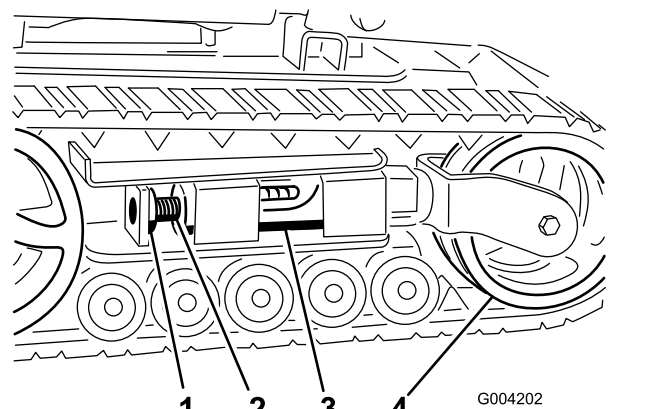
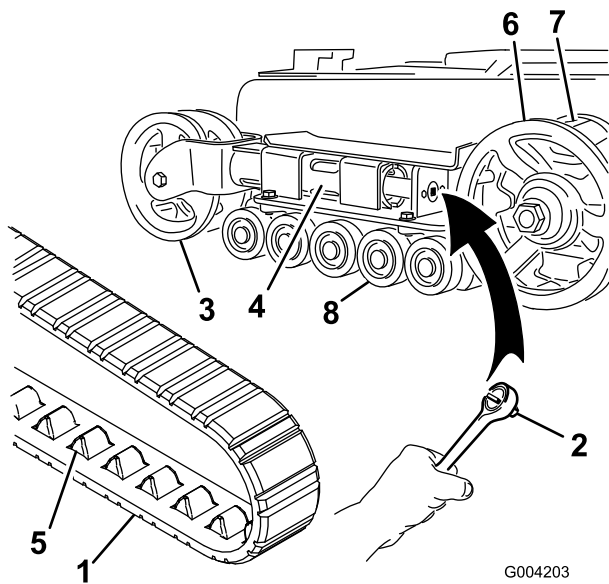
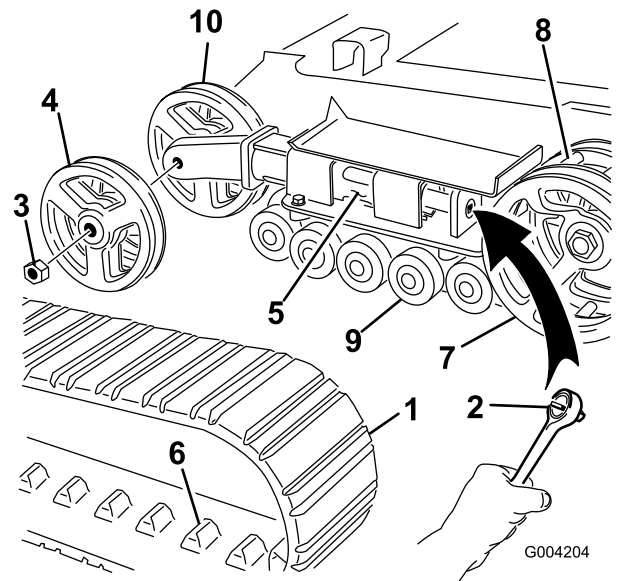

Figura 45
Figura 46
Figura 47
4. Scoatei urubul de blocare și piulia (Figura 45).
6. Aliniezi cea mai apropiată creștătură din urubul de tensionare la orificiul urubului de blocare și fixezi urubul cu urubul și piulia de blocare (Figura 45).
**Notă:** Averi enile cu lăime îngustă dacă roțile de tensionare din față sunt montate în interiorul unei furci la capătul tubului de tensionare (Figura 46).
5. Folosind un clichet de antrenare de ½ inch, eliberezi tensiunea de antrenare rotind urubul de tensionare în sensul acelor de ceasornic (Figura 45 și Figura 46).
6. Împingeți roata de tensionare spre partea din spate a unității pentru a muta tubul de tensionare pe cadru (Figura 46).
8. Când enila este detașată de roata de tensionare, scoateți-o din pinionul de antrenare și roile de drum (Figura 46).
9. Începând de la pinionul de antrenare, amplasați noua enilă în jurul roii, asigurându-vă că proeminențele de pe enilă se potrivesc între dinii de pe pinion (Figura 46).
10. Împingeți enila sub și între roile de drum (Figura 46).
**Notă:** Aveți enile late dacă roile de tensionare din față sunt montate pe părțile laterale ale capătului tubului de tensionare (Figura 47).
4. Scoateți urubul de blocare și piulia (Figura 45).
5. Folosind un clichet de antrenare de 1/2 inch, eliberați tensiunea de antrenare rotind urubul de tensionare în sensul acelor de ceasornic (Figura 45 și Figura 47).
6. Împingeți roata de tensionare spre partea din spate a unității pentru a muta tubul de tensionare pe cadru (Figura 47).
7. Scoateți piulia care fixează roata de tensionare exterioră și scoateți roata (Figura 47)
8. Scoateți enila (Figura 47).
9. Scoateți piulia care fixează roata interioară de tensionare și scoateți roata (Figura 47).
13. Montați roata interioară de tensionare și fixați-o cu piulia scoasă anterior (Figura 47).
15. Instalați noua enilă, asigurându-vă că proeminențele din înă se potrivesc între dinii din mijlocul pinionului de antrenare (Figura 47).
16. Montați roata de tensionare exterioară și fixați-o cu piulia scoasă anterior (Figura 47).
6. Aezăi capacul roii de rulare lubrifiat pe capul urubului (Figura 46).
7. Fixați capacul roii de rulare cu inelul de fixare (Figura 46).